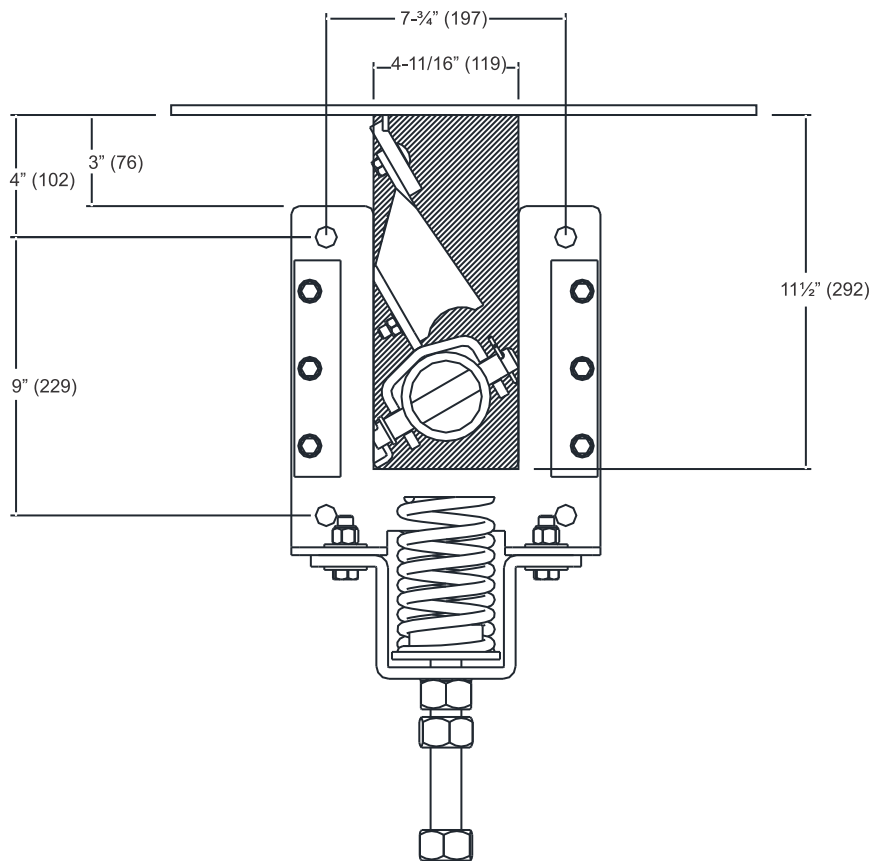

Figura 4. Dimensiones Agujeros de Soporte de Montaje
El Soporte de Montaje debe estar adherido a la pared del chute o a la estructura del transportador, usando los cuatro orificios de montaje y tornillos de cabeza hexagonal de $\frac{1}{2}$ -13 UNC x 2 $\frac{1}{2}$. Vea *Figura 4* para las dimensiones de los orificios de montaje.
- Para determinar la ubicación vertical deseada de los Soportes de Montaje. Localice el Soporte de manera de que los Agujeros queden debajo del borde inferior de la cinta, en las dimensiones que se muestran en la *Figura 4*.
- Si el Razor-Back MDX es para ser instalado en un transportador con el chute cerrado, puede requerir que se corten las ranuras y orificios para montar el limpiador. Si se necesita marque y corte las ranuras de la pared lateral del chute para permitir que pase el Tubo de Montaje. El tamaño y ubicación requeridos de las ranuras y agujeros se muestran en la *Figura 4*.